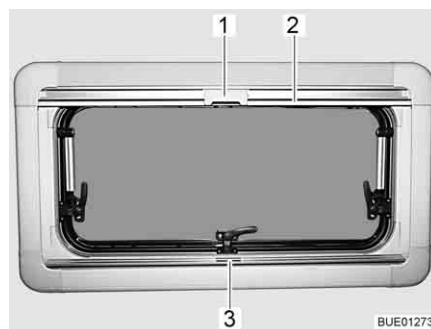

Fig. 83 Finestra apribile
*Chiusura:* ■ Afferrare la tendina oscurante pieghevole per la parte centrale della barra di presa (Fig. 83,3), tirarla dal basso verso l'alto e rilasciarla nella posizione desiderata. La tendina oscurante pieghevole rimane in questa posizione.
*Chiusura:* ■ Tirare la zanzariera a rullo accompagnandola con la barra di presa (Fig. 83,2) verso il basso, fino a quando la barra di presa non arriva a contatto con la tendina oscurante pieghevole (Fig. 83,3).
■ Bloccare l'aggancio (Fig. 83,1) della zanzariera a rullo nella barra di presa della tendina oscurante pieghevole.
*Apertura:* ■ Premere in alto all'indietro l'aggancio (Fig. 83,1) sulla zanzariera a rullo.
■ Ricodurre lentamente la zanzariera a rullo accompagnandola con la barra di presa (Fig. 83,2).